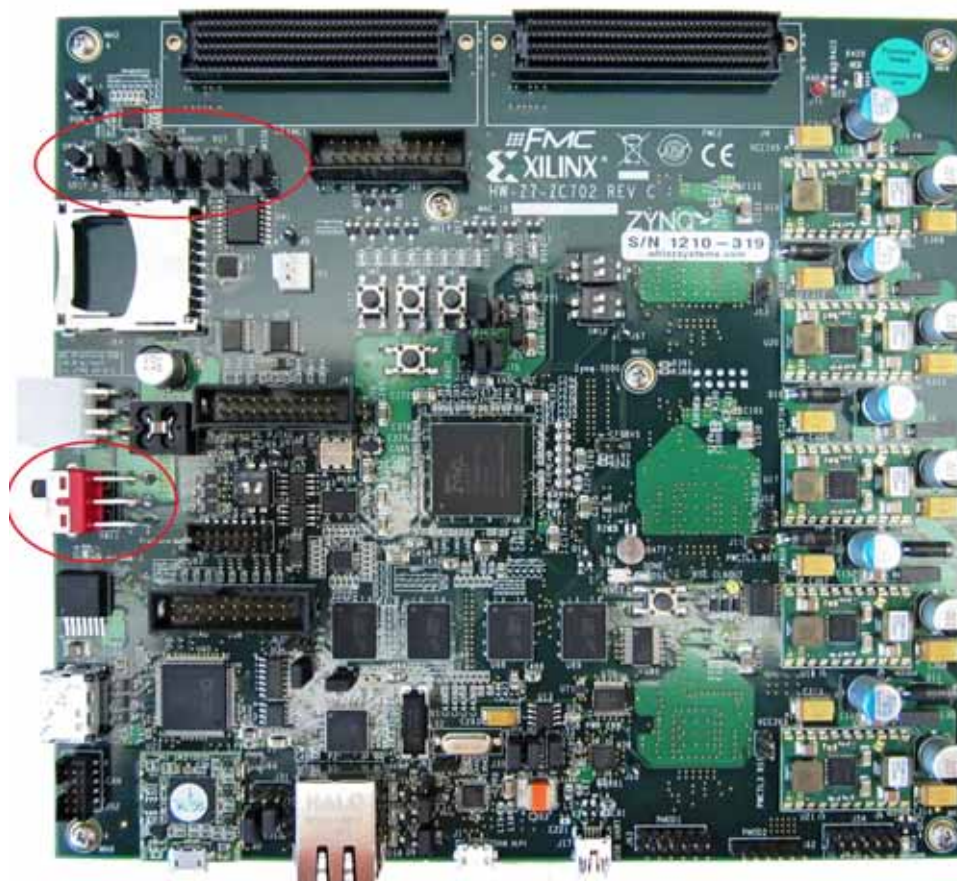

図 2-6: ZC702 ボードの電源スイッチ
5. 図 2-6 に示すスイッチを使用して ZC702 ボードに電源を投入します。